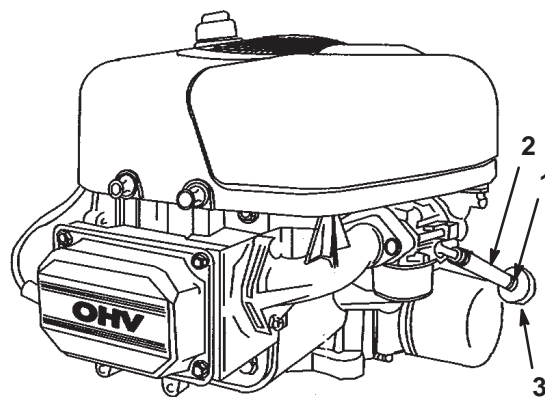

Figure 28
2. Ouvrez le capot et trouvez le filtre à carburant (Fig. 28).
3. Pincez les extrémités du collier de fixation et poussez le collier en haut de la conduite d'alimentation, en direction du réservoir de carburant (Fig. 28).
4. Débranchez la conduite d'alimentation du filtre (Fig. 28) et laissez l'essence s'écouler dans un bidon ou un bac de vidange.
Le meilleur moment pour remplacer le filtre à carburant (Fig. 28) est lorsque le réservoir à carburant est vide. Ne remontez jamais un filtre sale après l'avoir enlevé de la conduite d'alimentation.
3. Pincez les extrémités des colliers et faites glisser ceux-ci pour les éloigner du filtre (Fig. 28).